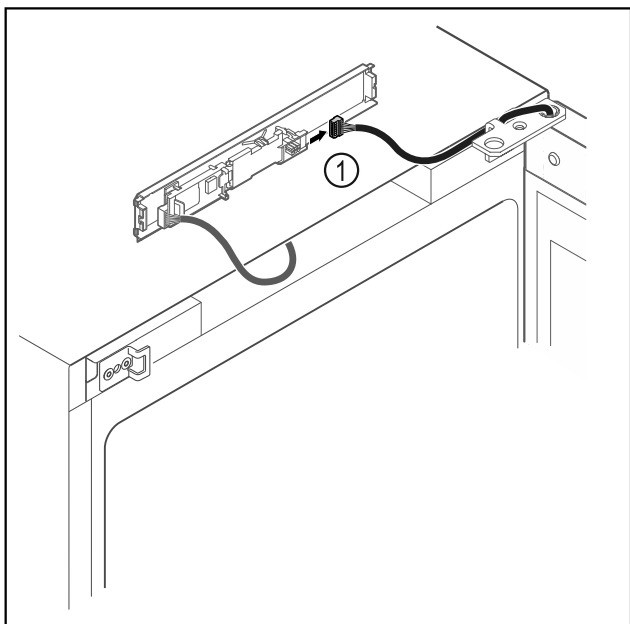

Fig. 16
- ▶ Atvienojiet spraudni Fig. 16 (1) no shēmas plates.